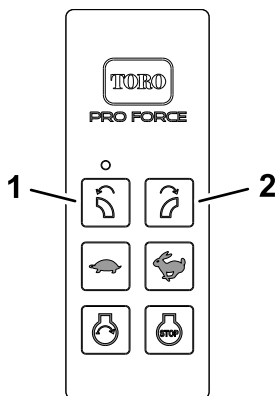

Bild 51
4. Drücken und halten Sie gleichzeitig die Tasten DÜSE LINKS DREHEN und DÜSE RECHTS DREHEN (Bild 51).
7. Halten Sie die DÜSE LINKS DREHEN-Taste gedrückt (Bild 51).
8. Halten Sie die DÜSE LINKS DREHEN-Taste gedrückt (Bild 51) und drehen Sie den Zündschlüssel in die BETRIEB-Stellung.
9. Lassen Sie die DÜSE LINKS DREHEN-Taste los (Bild 51), und drehen Sie den Zündschlüssel in die STOPP-Stellung.